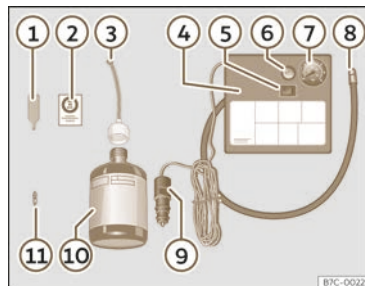

Abb. 251 Prinzipdarstellung: Inhalt des Reifenflicksets.
Das Reifenflickset befindet sich im Gepäckraum unter dem Bodenbelag. Es besteht aus folgenden Bestandteilen >>> (**Abb. 251**):
- Ventilkappe und Ventileinsatz vom Reifenventil abschrauben. Verwenden Sie den Ventileinsatzdreher >>> (Abb. 251) ① zum Heraus-schrauben des Ventileinsatzes. Legen Sie den Ventileinsatz auf einem sauberen Untergrund ab.
- Reifenfüllflasche kräftig schütteln >>> (Abb. 251) ⑩.
- Einfüllschlauch >>> (Abb. 251) ③ auf die Reifenfüllflasche schrauben. Die Folie am Verschluss wird automatisch durchstoßen.
- Verschlussstopfen vom Einfüllschlauch >>> (Abb. 251) ③ entfernen und das offene Schlauchende auf das Reifenventil schrauben.
- Ventileinsatz mit dem Ventileinsatzdreher >>> (Abb. 251) ① wieder in das Reifenventil schrauben.
- Reifenfüllschlauch >>> (Abb. 251) ⑧ des Luftkompressors fest auf das Reifenventil schrauben.
- Prüfen, ob die Luftablassschraube >>> (Abb. 251) ⑥ zuge dreht ist.
- Kabelstecker >>> (Abb. 251) ⑨ in eine 12-Volt-Steckdose des Fahrzeugs stecken >>> S. 275.
- Luftkompressor mit dem EIN-/AUS-Schalter >>> (Abb. 251) ⑤ einschalten.
- Kleben Sie den Aufkleber >>> (Abb. 251) ② im Sichtfeld des Fahrers auf das Kombi-Instrument.
>>> (Abb. 251)  wieder an und lesen Sie den Reifenfülldruck an der Reifenfülldruckanzeige  ab.